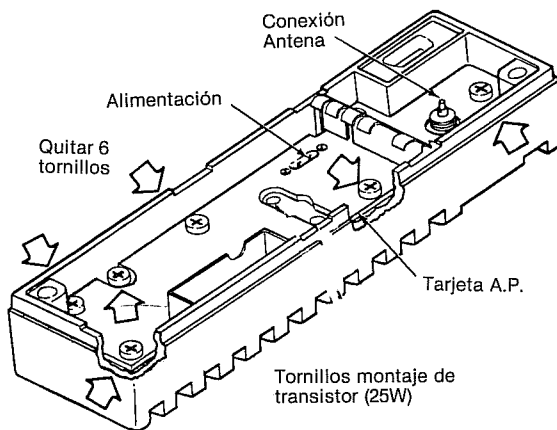

Figura 17
(5) Quitar todas las tuercas de montaje de la tarjeta del amplificador de potencia y sacar la tarjeta del amplificador de potencia (Figura 17).